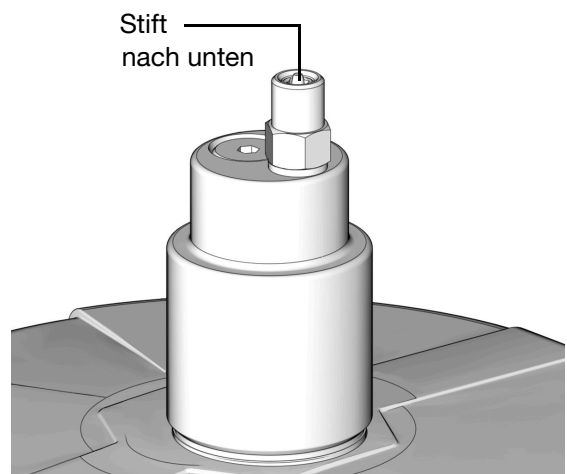

ABB. 27
1. Den Druckentlastungsknopf (T) herausziehen und lange genug halten, um den Druck in der Leitung zwischen dem Füllverteiler (N) und dem Absperrventil (B) der Automatikbefüllung zu entlasten.
2. Überprüfen, ob der Stift des automatischen Befüllstopps unten ist, d. h. dass er zurückgesetzt wurde (ABB. 27).